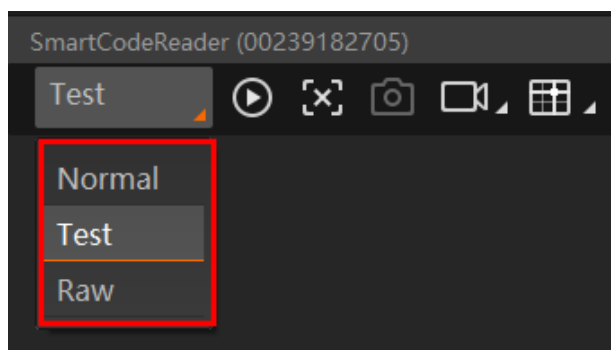

图6-5 调节运行模式
- 设备可通过“预览窗口”区域左上角，选择运行模式为 Test，如图 6-5 所示。